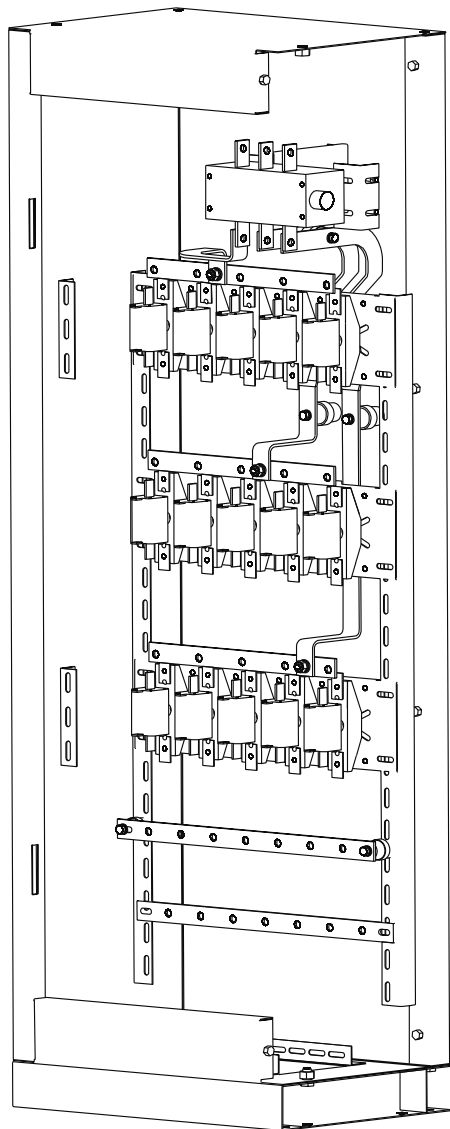

Рисунок 4
3.1 Установить в нижней части шкафа шину N на изоляторы, используя крепёж из комплекта поставки шин (рисунок 4).
3.2 Установить под шиной N шину PE (рисунок 4). При установке шины PE необходимо обеспечить надёжный электрический контакт между шиной и вертикальными уголками, для этого следует удалить механическим способом краску с поверхности уголков в местах установки шины PE, зачистить эти поверхности наждачной бумагой до металлического блеска и покрыть тонким слоем нейтральной смазки ЦИАТИМ-221 или аналогичной.